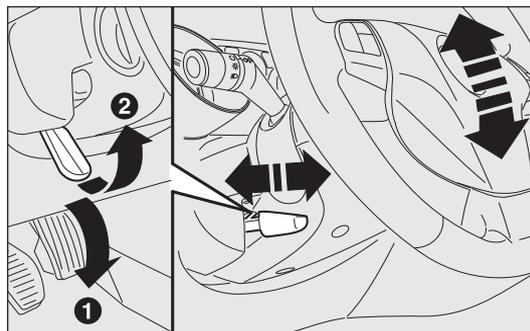

fig. 35
- débloquer le levier A-fig. 35 en le poussant vers l'avant (position 1) ;